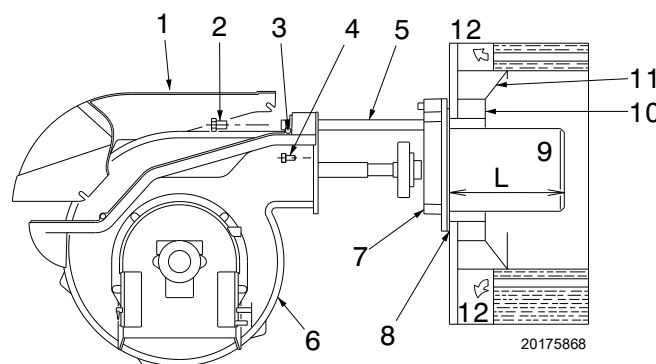
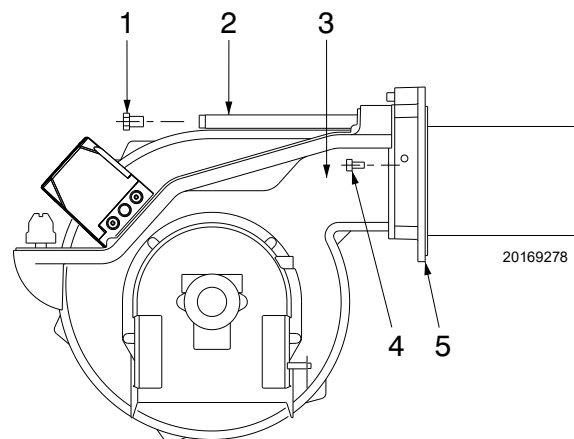

Fig. 12
Fig. 16
Per le caldaie con il frontale raffreddato ad acqua non è necessario il rivestimento refrattario 10)-11)(Fig. 12), se non vi è espressa richiesta del costruttore della caldaia.
Rimontare, infine, il bruciatore 3)(Fig. 16) sulle guide 2) e farlo scorrere fino alla flangia 5), **tenendolo leggermente sollevato per evitare che il disco di stabilità fiamma entri in contrasto con il boccaglio**.
- aprire il bruciatore sulle guide 2)(Fig. 16) come in Fig. 12 a pag. 16.